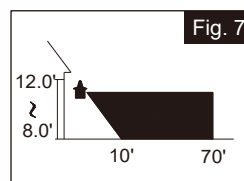

Fig. 7
2. Para un mejor rendimiento, instale el artefacto por lo menos a 8 ft (2.4 m) por encima del suelo. A esa altura, el artefacto proporcionará una distancia de detección de hasta 70 ft (21 m) a una temperatura de 77 °F (25 °C). (Vea la Fig. 7)